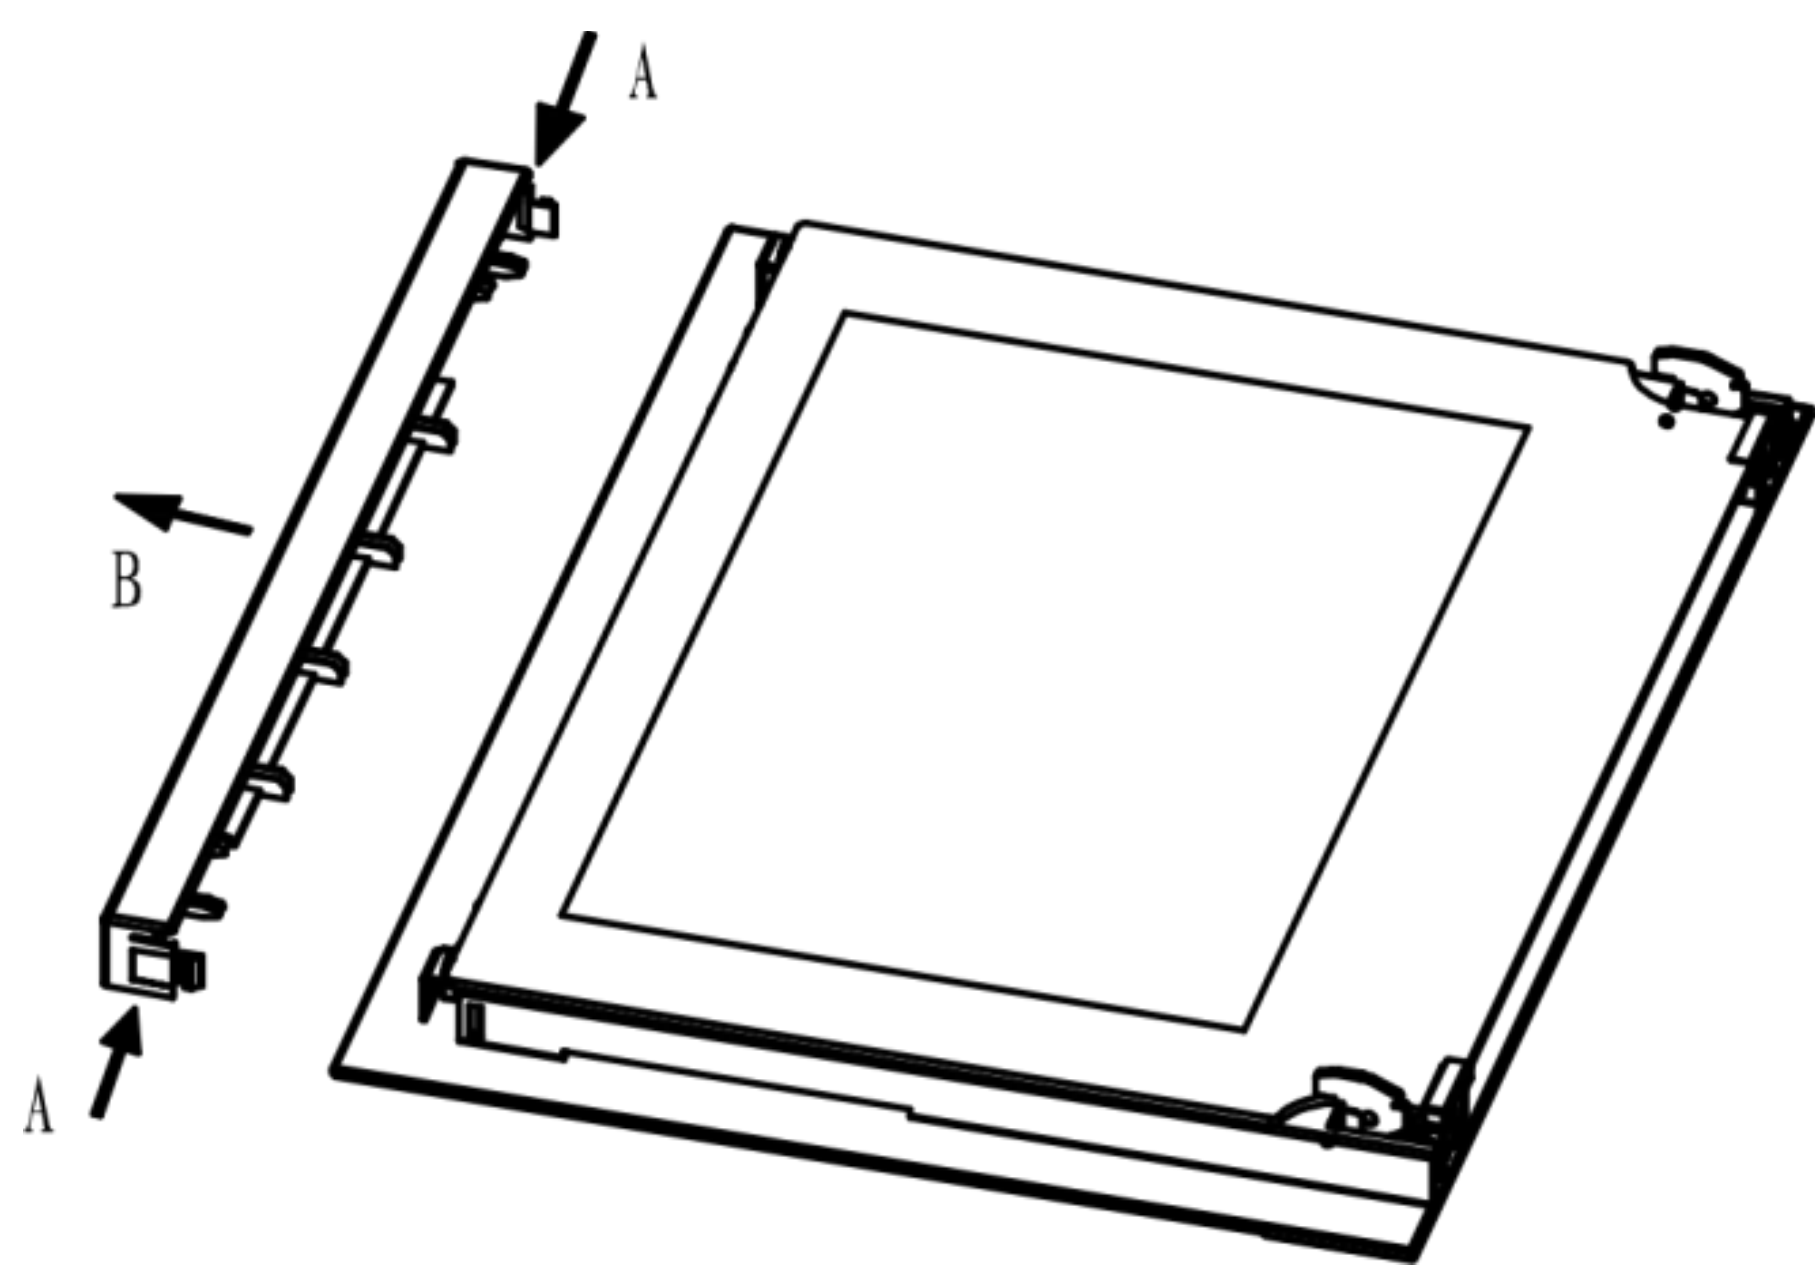

Рис.12-1
1. Нажмите кнопку на левой и правой стороне двери, снимите верхнюю направляющую. (Рис.12-1)